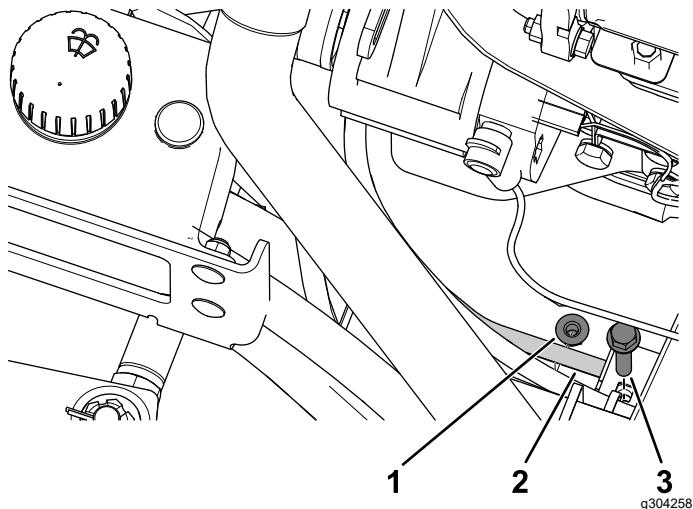

**Figura 31**
11. Realice un taladro ( $\frac{1}{2}''$ ) a través de la rejilla del capó para dirigir el arnés de cables (Figura 31).